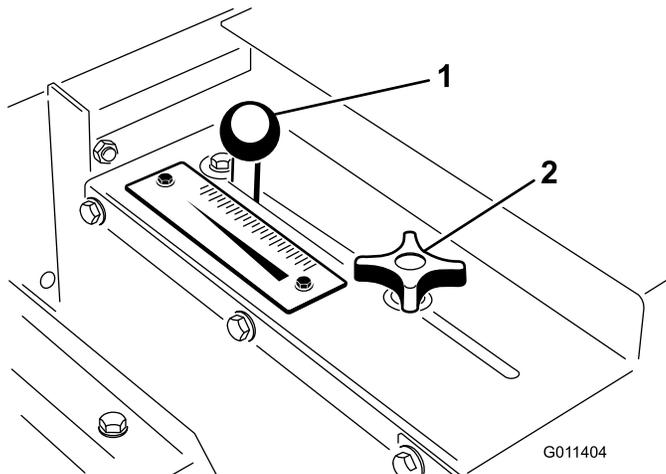

Bild 19
1. Lösen Sie das Arretierhandrad (Bild 19) so weit, dass Sie es ungehindert im Schlitz bewegen können.
2. Stellen Sie das Klappenhandrad (Bild 19) auf die gewünschte Einstellung und ziehen das Arretierhandrad an, um die Einstellung zu arretieren.
Ermitteln Sie mit der Dosierskala (Bild 19) die gewünschte Durchflussmenge. Siehe Sanddosierung“.